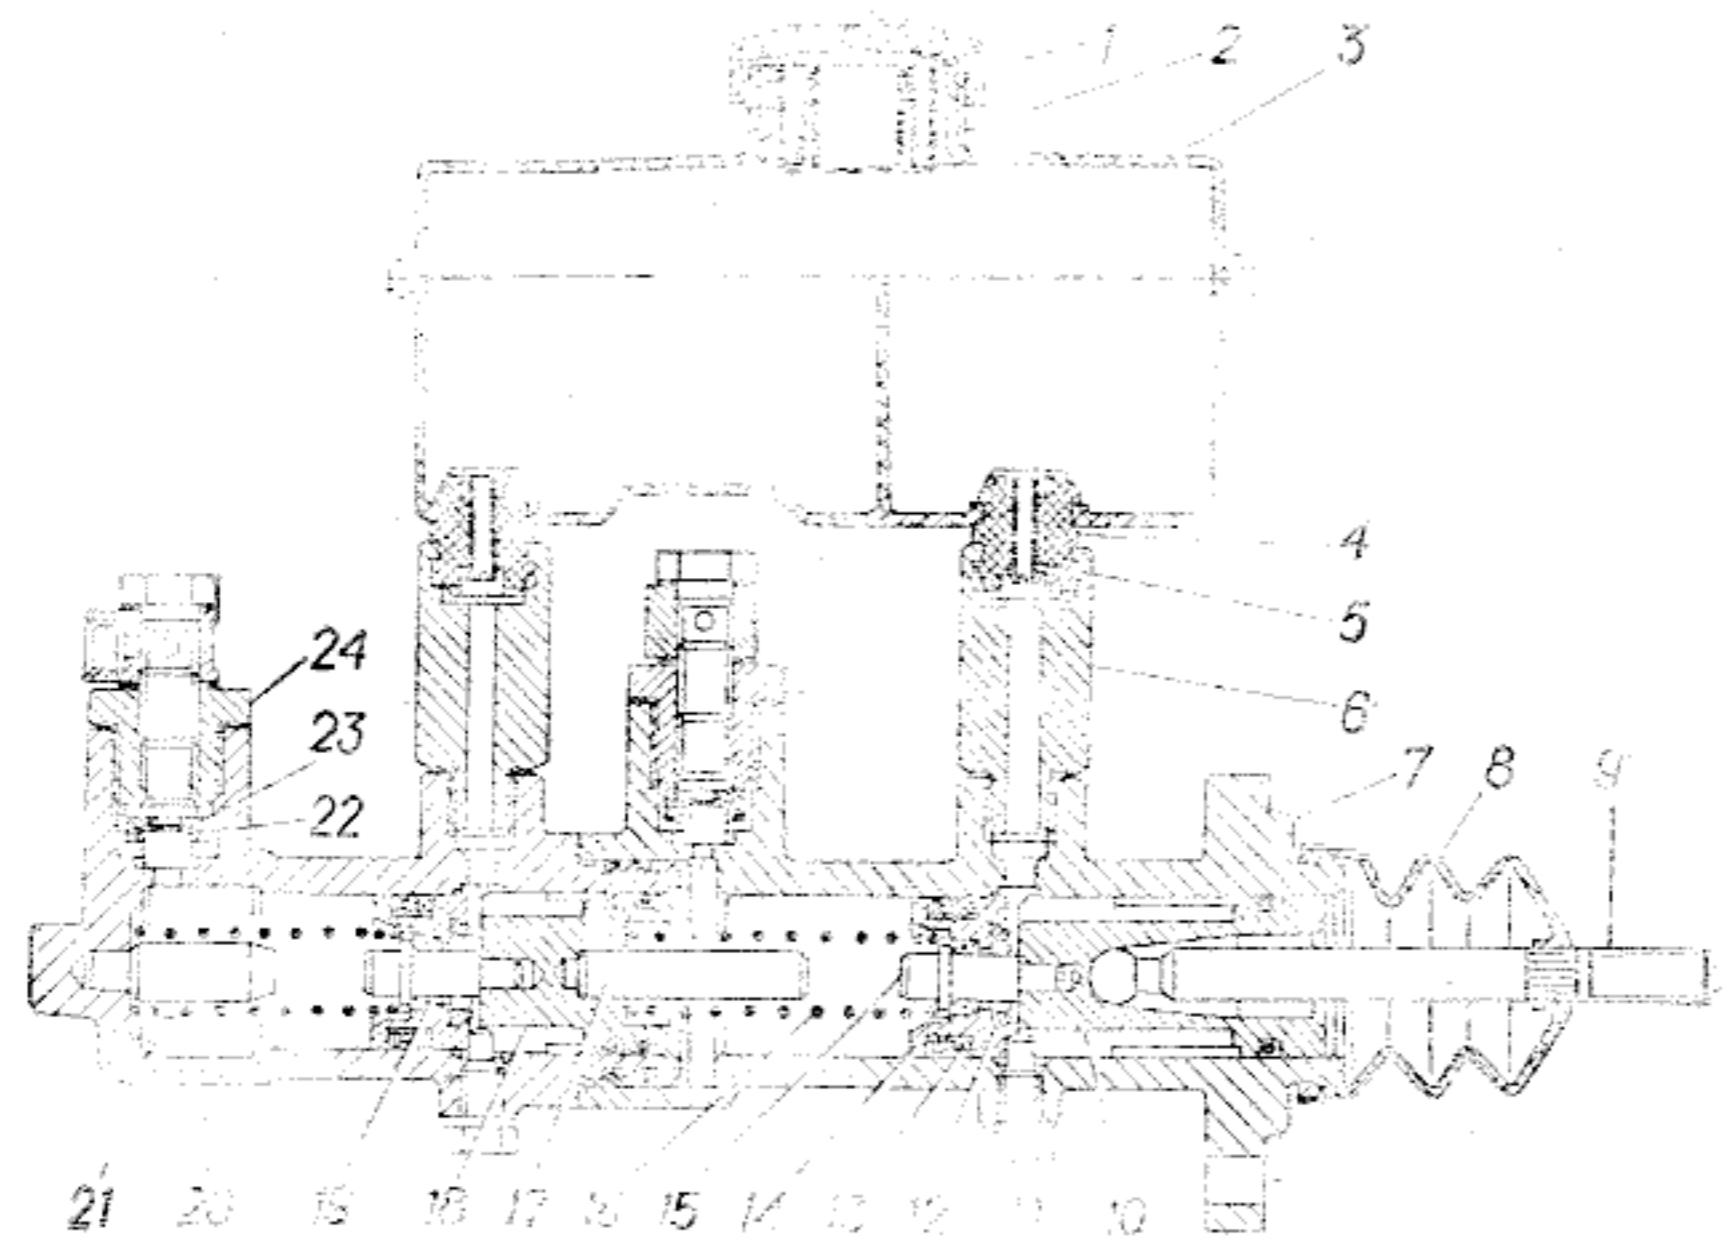

Рис. 52. Главный цилиндр;
**Главный тормозной цилиндр** (рис. 52) создает давление в двух независимых гидравлических контурах тормозного привода: поршнем 10 в приводе передних тормозов, а поршнем 18 — задних.